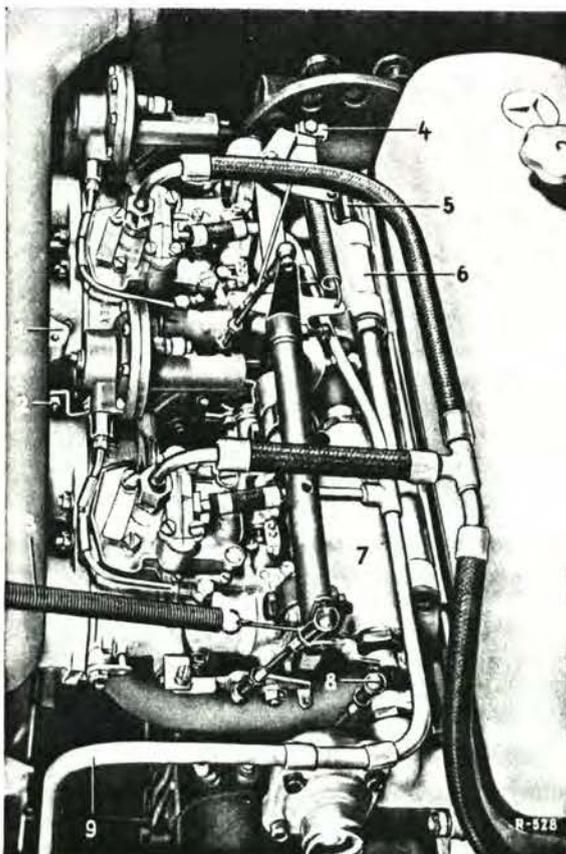

Bild 01-4/5
**Anm.:** Es ist zweckmäßig, die Vergaser nur zusammen mit den Saugrohren abzubauen, da sonst beim Aus- oder Einbau die oberen Federscheiben (2) unbemerkt in das Saugrohr fallen und somit Schäden verursachen können (siehe Bild 01-4/9).
1. Die Klemmschraube (1) für die Hülle des Starterzuges am Luftsaugrohr sowie die Klemmschrauben (2) für den Starterzug an den Starterklappenhebeln der beiden Vergaser lösen und den Zug herausziehen (Bild 01-4/5). Ebenso die Klemmschraube (4) für den Heißstartzug lösen und den Zug herausziehen. Dann die Rückzugfeder (3)